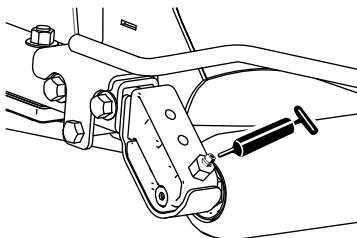

Figure 43
- 2 (par unité de coupe) roulements de rouleau arrière (Figure 43)